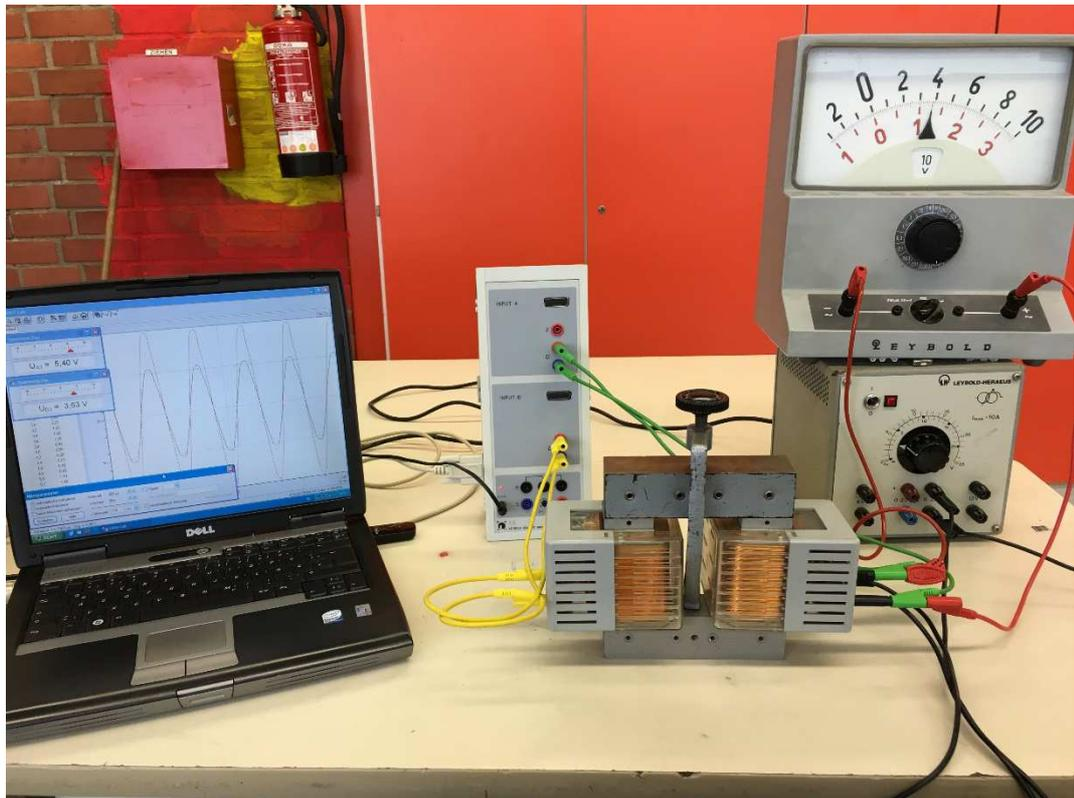

Abbildung 3 Spannungstransformation mit Messwerterfassungssystem
Es bietet sich an dieses Experiment mit einem *Messwerterfassungssystem* (vgl. Schlüsselexperiment 8) durchzuführen. Die Drehspulinstrumente werden durch das System ersetzt, vgl. Abbildung 3.
- 5) Wenn man keinen sinusförmigen elektrischen Strom in der Primärspule verwendet, kann man ein Messergebnis wie in Abbildung 3 erhalten.
Abbildung 3: Zeitlicher Verlauf von magnetischer Flussdichte  $B$  in der Primärspule und Spannung  $U$  an der Sekundärspule in einem gemeinsamen Koordinatensystem.